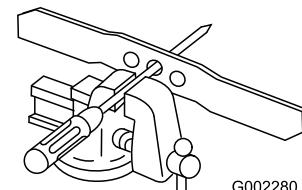

Bild 30
1. Prüfen Sie die Auswuchtung des Messers, indem Sie das mittlere Loch im Messer über einen Nagel oder einen Schraubendreherschaft hängen, den Sie horizontal in einen Schraubstock einklemmen (Bild 30).